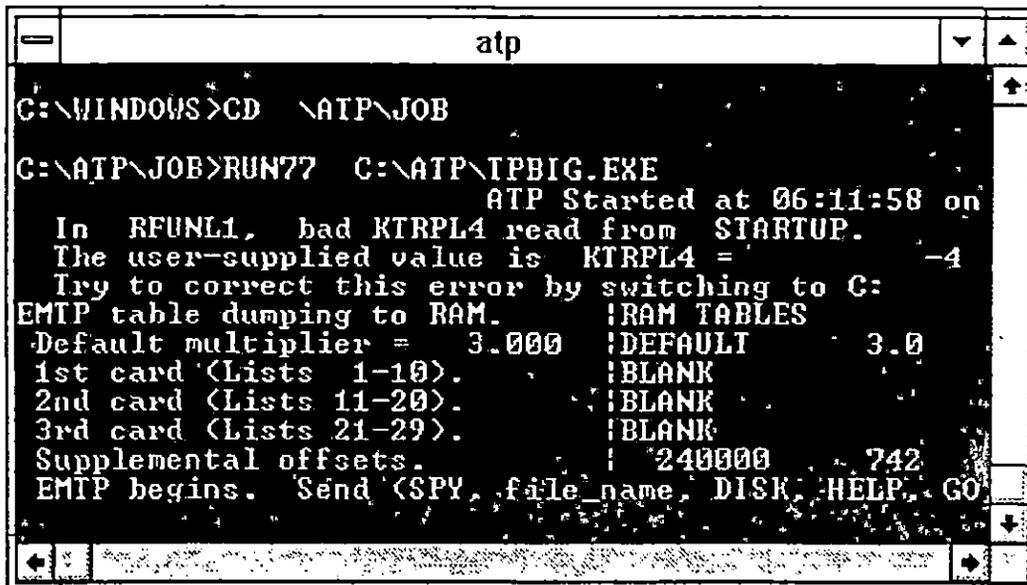

Figura 3.6 Ventana de WATDRAW para la simulación en ATP
- 2) Después de tener el archivo \*.atp debemos salir de la ventana de *WATPDRAW* para hacer la simulación en *ATP*, esto lo logramos accedendo el icono correspondiente, el cual nos lleva a la ventana siguiente, figura 3.6